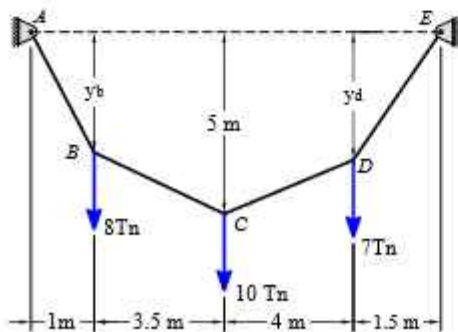

Figura 7.17
7.5 El sistema de cables que se muestra en la figura 7.17. Determine las tensiones en los cables y las flechas y_b, y_d